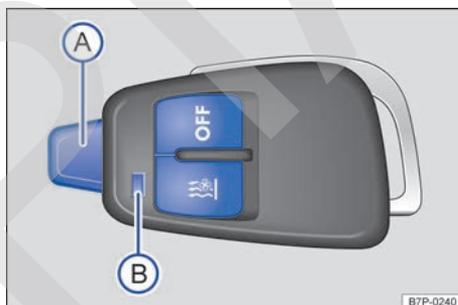

Fig. 124 Calefacción independiente: mando a distancia por radiofrecuencia.
- **Conectar:** pulse la tecla  → **fig. 124**. La calefacción independiente está conectada cuando el testigo de control se enciende algunos segundos en verde y parpadea a continuación durante 30 segundos.